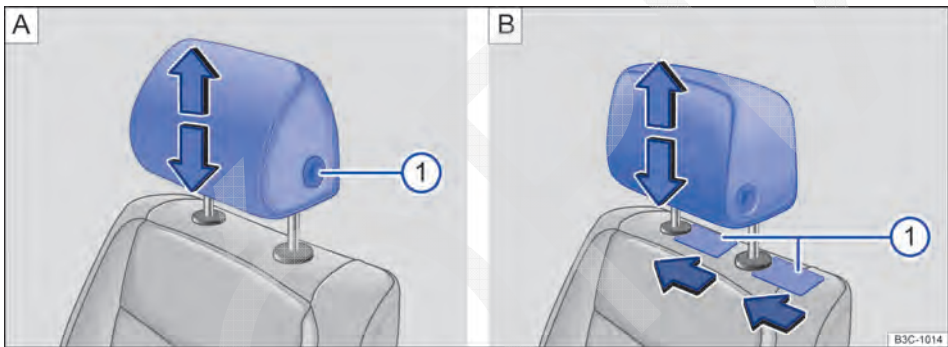

Fig. 53 Desinstalar o apoio para cabeça dianteiro: em veículos sem (A) e com (B) apoios para cabeça ajustáveis na longitudinal.
- Empurrar um objeto plano, por exemplo, um cartão de plástico, nos dois lados entre o revestimento do encosto do banco e a capa de cobertura da barra guia do apoio para cabeça e, ao mesmo tempo, com uma leve pressão, destravar as barras retentoras ⇒ **Fig. 53 B** ①.
- Empurrar o apoio para cabeça para baixo com o botão ⇒ **Fig. 53 A** ① totalmente pressionado.